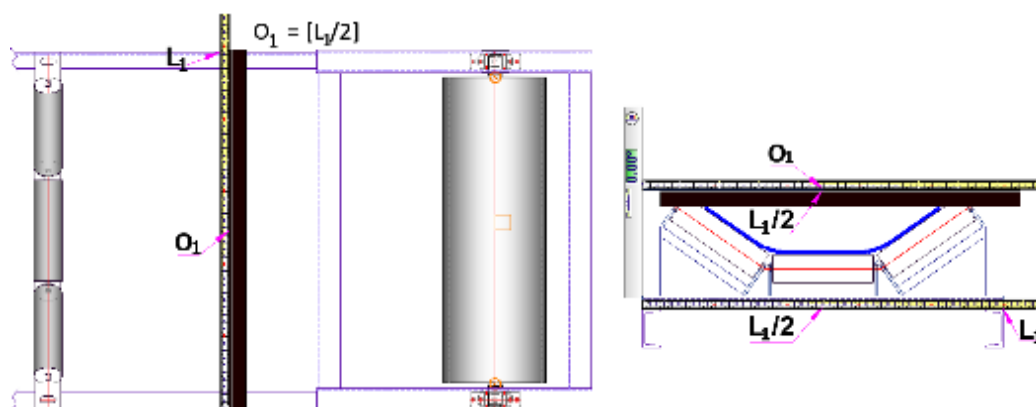

Fig.21 : Mesurer de la largeur du châssis et report de sa 1/2 largeur sur la cornière
4. Mesurer **très précisément** la largeur du châssis au plus près du futur point zéro n°1 à construire; sur le dessus du châssis (par exemple, au niveau de la fixation des supports à rouleaux) {fig.21}.